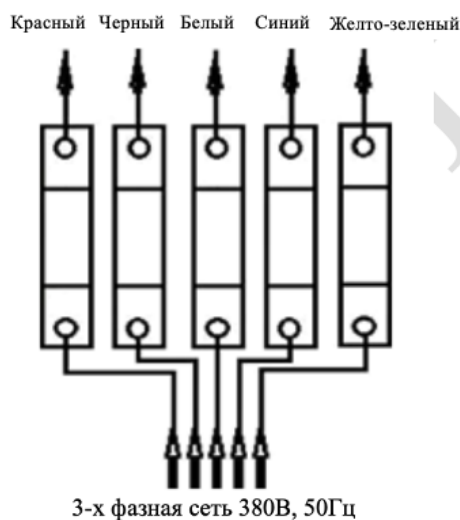

Рисунок 1
2.4.12.1 Питание станции зарядной для электрического транспорта осуществляется от трехфазной сети переменного тока. Разводка проводов питающей сети производится на клеммники. Места для подключения фазных проводов промаркированы метками «красный», «черный», «белый», «синий», «желто-зеленый» (см. рисунок 1).